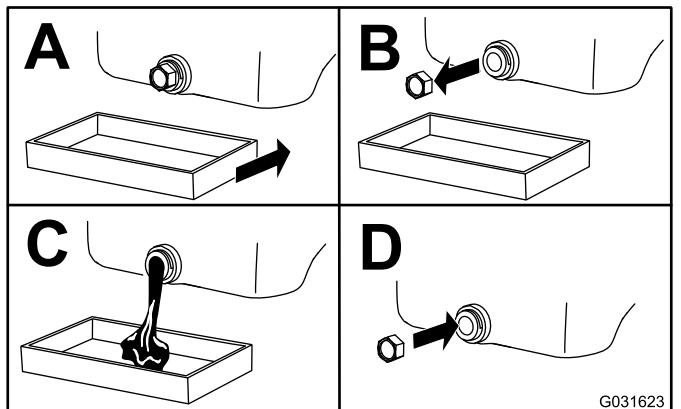

Рисунок 33
- Замените масло (Рисунок 33).